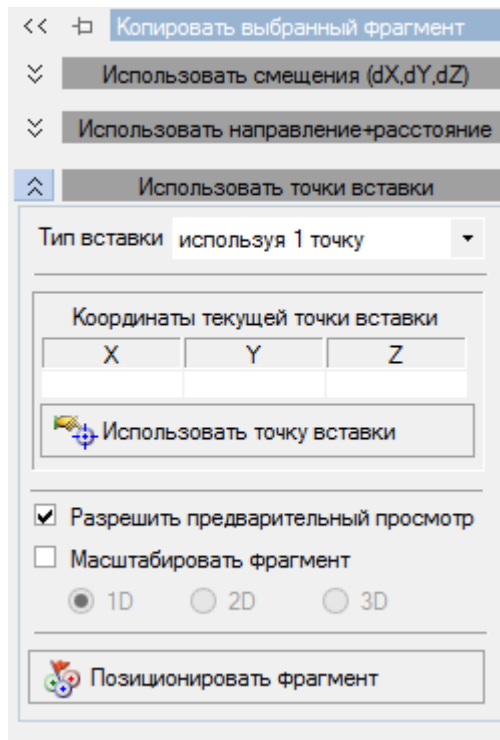

Рис. 3.17 Параметры копирования
- С помощью меню «**Правка** \rightarrow **Копировать**» (кнопка  на панели инструментов) вызовите меню «**Копирования модели**». Активируем вкладку использовать точку вставки \rightarrow использовать 1 точку (Рис. 3.17);